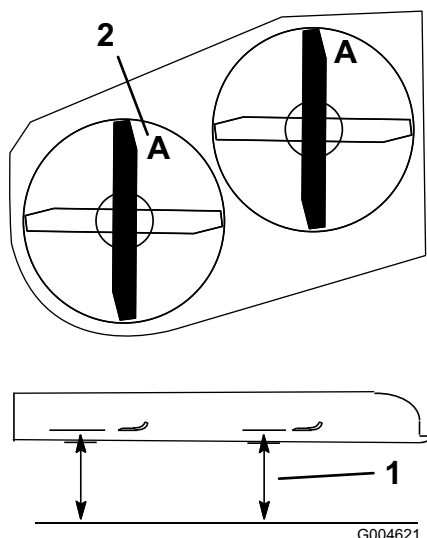
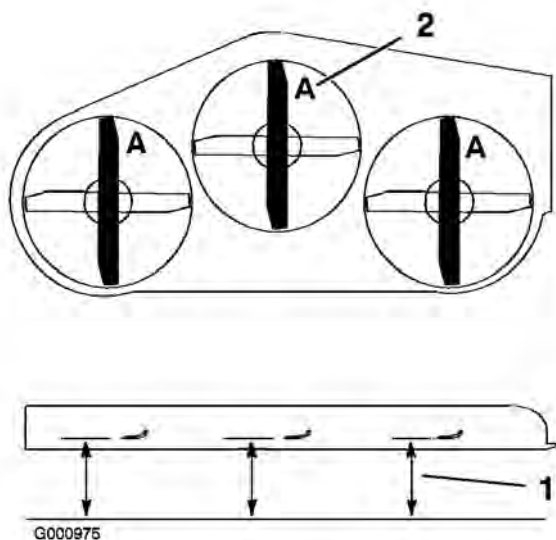

Figura 56
Figura 57
14. La lama destra nella posizione anteriore (Figura 56 o Figura 57) deve essere della stessa
3. Girate le lame fino a disporle in parallelo con la lunghezza della macchina (Figura 56 o Figura 57). Misurate da un piano orizzontale fino al tagliente delle lame, posizione A, (Figura 56 o Figura 57). Prendete nota di questa misura.